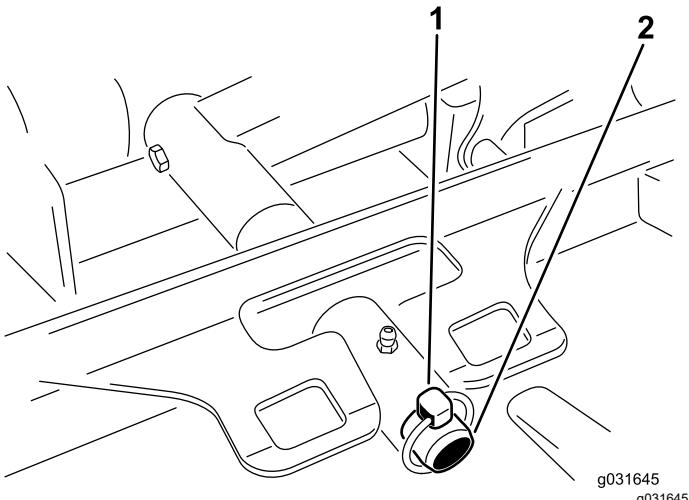

図 69
3. デッキのキャリアフレームを昇降アームのピボットピンに固定しているリンチpinまたはリテナーナットを外す 図 69。
- デッキのキャリアフレームを昇降アームのピボットピンに入れ、リンチピンとリテナナットで固定する 図 69。